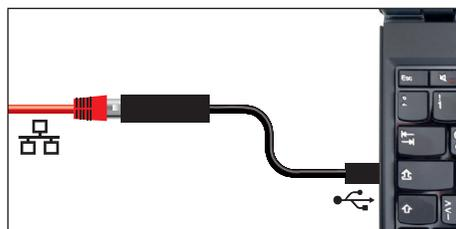

Fig. 7 Adaptador USB para Ethernet
- ▶ Adaptador USB para Ethernet (Fig. 7).